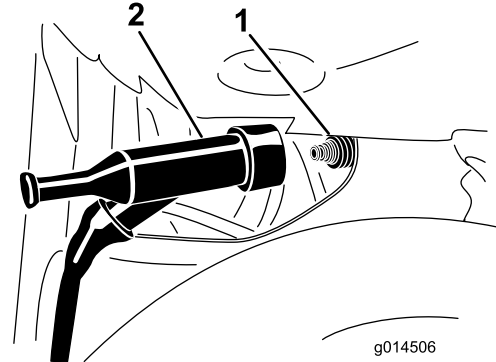

Figura 45
3. Desconecte el cable de la bujía del terminal de la bujía (Figura 45).
4. Conecte el cable de la bujía a presión en el terminal de la bujía (Figura 45).